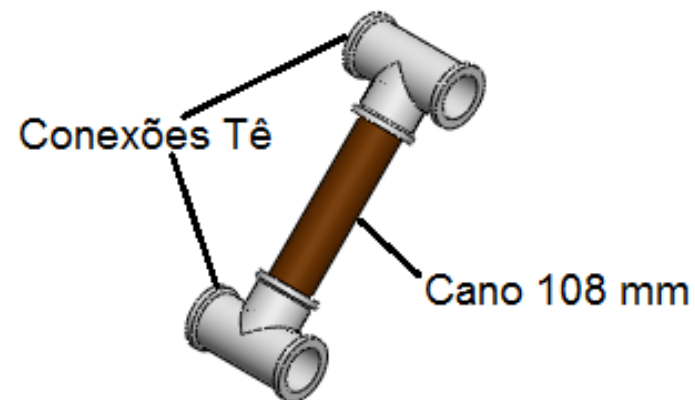

Figura 16. Passo 13 - Esquema de Montagem
-Passo 13: Juntar duas conexões Tê com um cano de 108 mm, como mostrado na figura 16 (1 unidade);